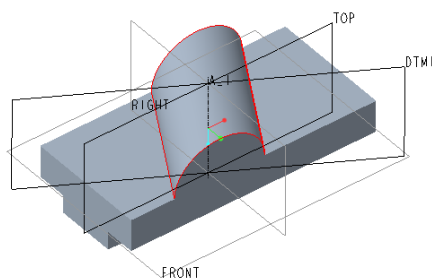

图 3-118 创建拉伸实体特征后的模型效果
⑤ 在“拉伸”选项卡中单击“完成”按钮，完成该拉伸实体特征的创建，效果如图 3-118 所示。